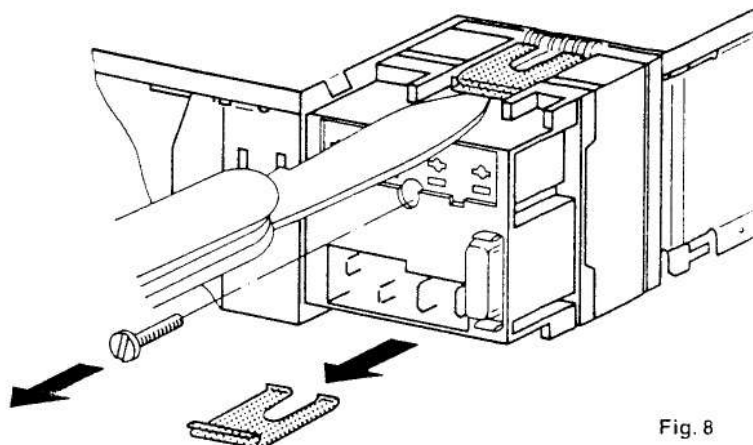

Fig. 8
Für den Quick Out-Betrieb ist das komplette Anschlußkästchen mit $\pm$ und Lautsprecheranschluß am Autoradio zu wechseln, siehe Fig. 8 - 10.
1. Schraube lösen, obere und untere Haltefeder mit einem spitzen Gegenstand oder einer stabilen Messerklinge durch Unterhebeln entriegeln, siehe Fig. 8.
For Quick-Out operation the whole connection box with $\pm$ and speaker connection must be replaced, see fig. 8 - 10.
1. Loosen the screw and unlock the top and bottom support springs by lifting them with a sharp object or a solid knife blade, see fig. 8.
Pour le service Quick-Out, il faut échanger la boîte de jonction complète avec $\pm$ et raccord de haut-parleur, voir fig. 8 - 10.
1. Desserrer la vis, déverrouiller les ressorts de retenue supérieur et inférieur en les levant à l'aide d'un objet pointu ou d'une lame de couteau, voir fig. 8.
1. Solte el tornillo, desencastre el muelle soporte arriba y abajo con un objeto agudo o con una hoja de cuchillo moviéndolos arriba y abajo, véase fig. 8.